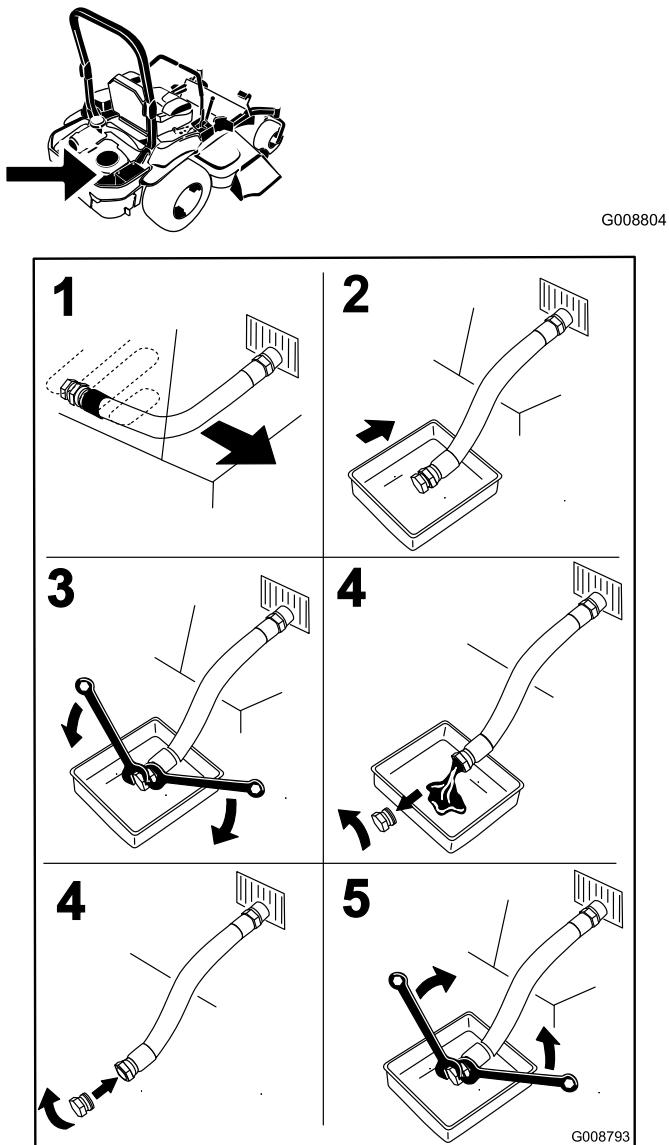

Figure 49
3. Avant de quitter la position de conduite, coupez le moteur, enlevez la clé de contact et attendez l'arrêt complet de toutes les pièces mobiles (Figure 49).